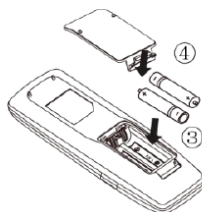

Рис. 2
- (3). Вставить два элемента питания AAA 1,5 В, соблюдая полярность (см. рис. 2③).
- (4). Установить крышку на место (см. рис. 2④).